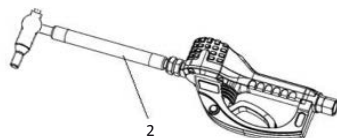

FIG. 3
1. Skru slangen med dyse (2) ind i målerens udløb med mindst tre drejninger (FIG. 3). Undlad at anvende en drejelås eller en manuel lukkedysse. Du skal anvende en automatisk dyse på måleren, ellers kan måleren blive skadet.